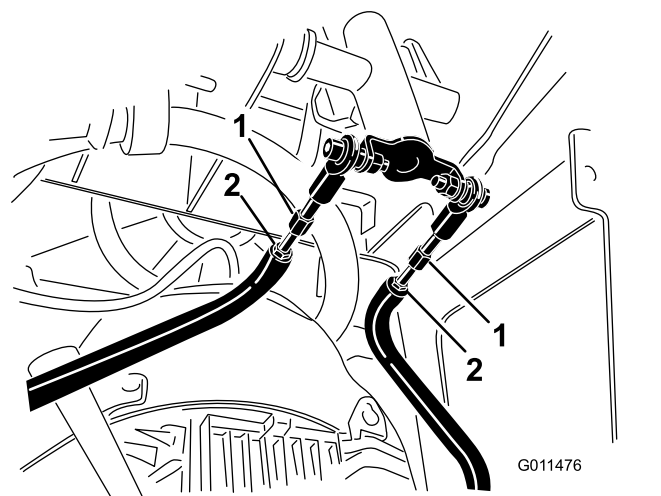

Рисунок 54
- D. Ослабьте контргайки на тяговых штангах под панелью управления (Рисунок 54).